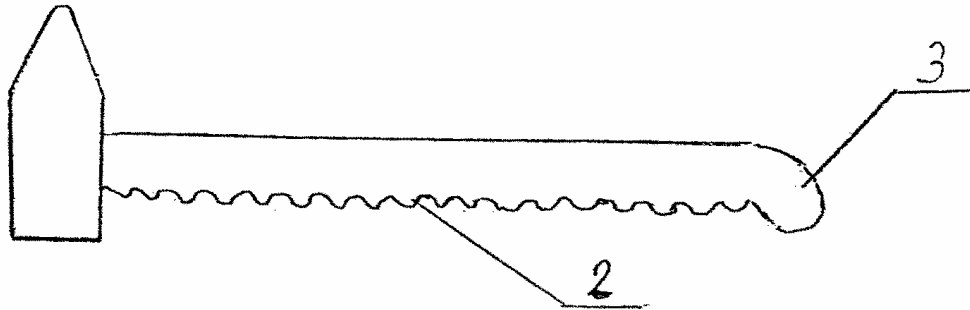
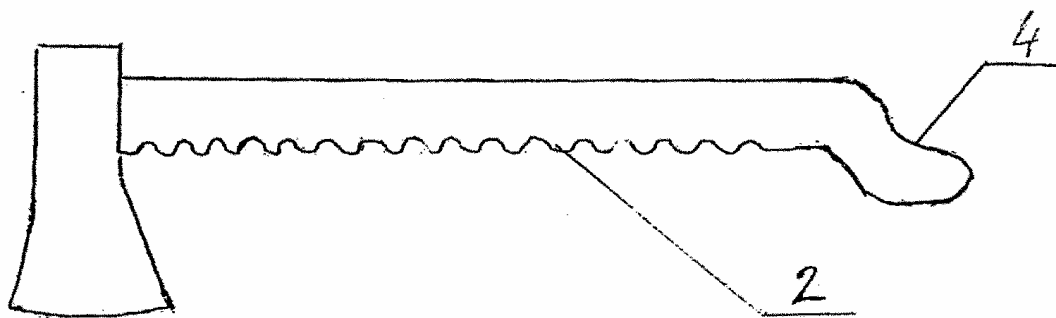
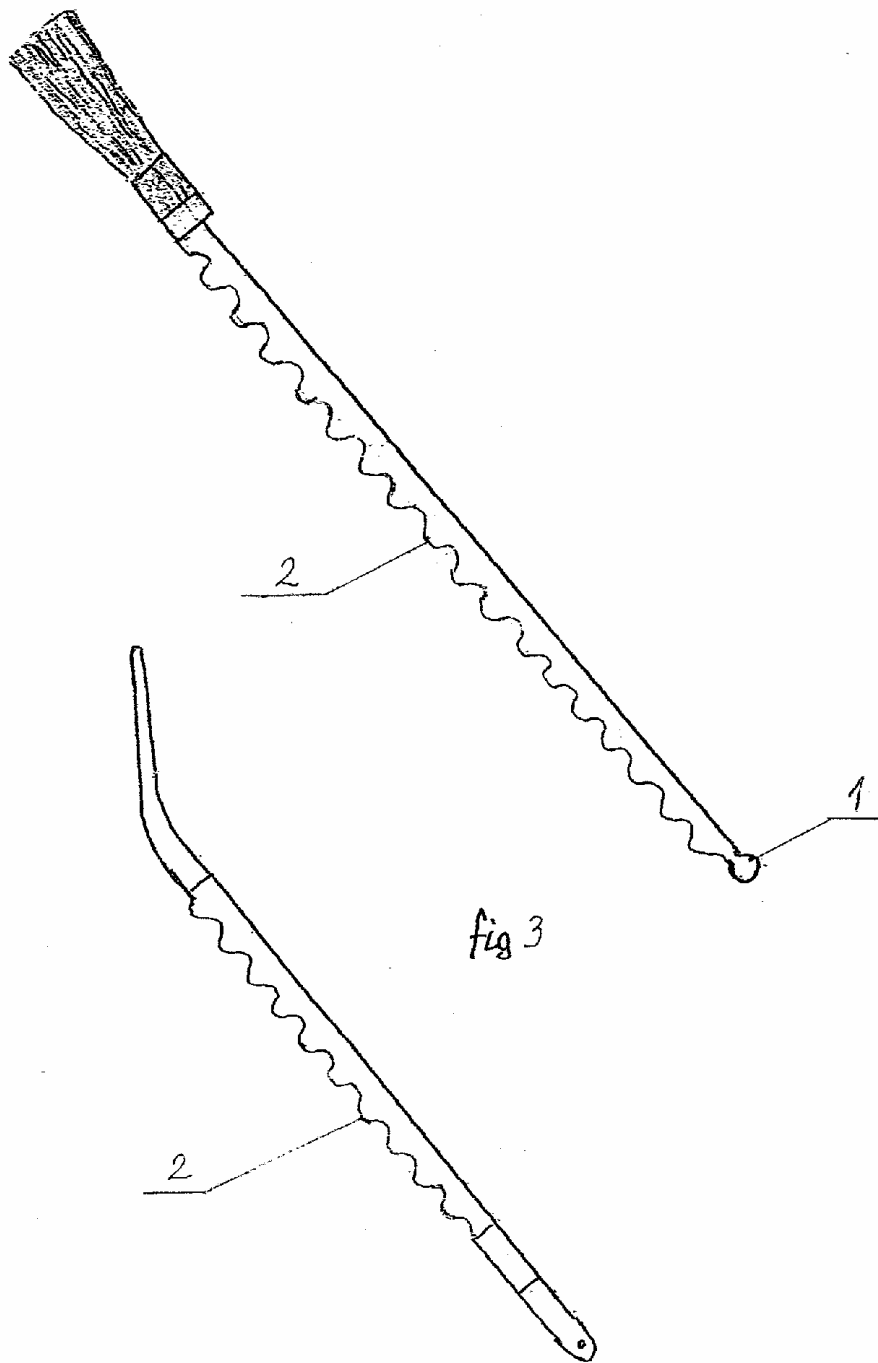

fig 1
fig 2
fig 4
Trzonki według wzoru przemysłowego są uwidocznione na rysunkach, na których fig. 1 przedstawia młotek o ciężarze powyżej 2 kg z karbami na spodniej stronie trzonka i owalnym zakończeniem, fig. 2 przedstawia siekiere z karbami na spodniej stronie trzonka i z owalną końcówką z przedłużeniem, fig. 3 przedstawia miotłę z karbami po jednej stronie trzonka, fig. 4 przedstawia łopatę w widoku z boku z karbami po spodniej stronie trzonka.
Trzonek młotka ma karby (2) po spodniej stronie i zakończony jest owalną końcówką (3) (fig. 1).
Trzonek siekiery ma karby (2) na spodniej stronie i zakończony owalną końcówką (4) z przedłużeniem (fig. 2).
Trzonek łopaty ma karby (2) na spodniej stronie (fig. 4).